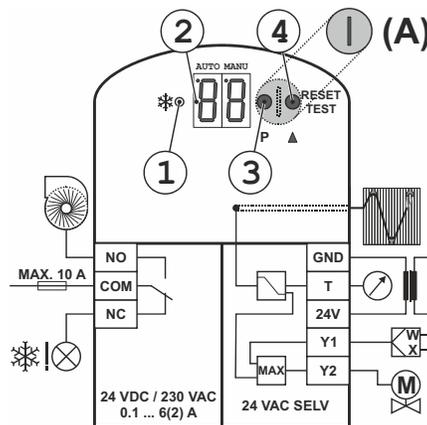

Abb. 3. Anschlußbeispiel
If any portion of the capillary tube is cooled to below the set temperature switch-point, the thermostat automatically switches itself off. Alternately, the thermostat can be adjusted to function as either a monitor or as a limiter (the latter with a manual reset button - see "4" in Fig. 3). The built-in relay contact allows the direct switching of loads of up to 250 VAC, 6(2) A.
Bei Abkühlung des Kapillarfühlers an beliebiger Stelle unter die eingestellte Schalttemperatur schaltet der Thermostat selbständig ab. Alternativ ist es sowohl als Wächter als auch als Begrenzer (mit manuellem Resetknopf - siehe "4" in Abb. 3) einstellbar. Der eingebaute Relaiskontakt ermöglicht ein direktes Schalten von Lasten bis AC 250 V 6(2)A.
Sämtliche Einstellungen des Thermostaten können nach Lösen einer kleinen Verschlusschraube (siehe "A" in Abb. 3) von außen mit Hilfe zweier Taster (siehe "3" und "4" in Abb. 3) durchgeführt werden. Eine Trennung der Spannungsversorgung ist nicht nötig. Wählbar sind der Schalterpunkt sowie die Betriebsart. Der Schalterpunkt kann zwischen 1...10 °C eingestellt werden. Es besteht die Auswahl zwischen einem Betrieb ohne Wiedereinschaltsperrung und einem Betrieb mit Wiedereinschaltsperrung. Wird die Betriebsart mit Wiedereinschaltsperrung gewählt, so ist nach Erreichen des eingestellten Schalterpunktes der Thermostat so lange verriegelt, bis eine manuelle Rückstellung über einen Taster (siehe "4" in Abb. 3) erfolgt. Die Rückstellung kann jedoch erst nach Abkühlung um die Schaltdifferenz von ca. 2 K erfolgen. Eine Rückstellung ist auch durch Trennung des Gerätes von der Versorgungsspannung möglich.